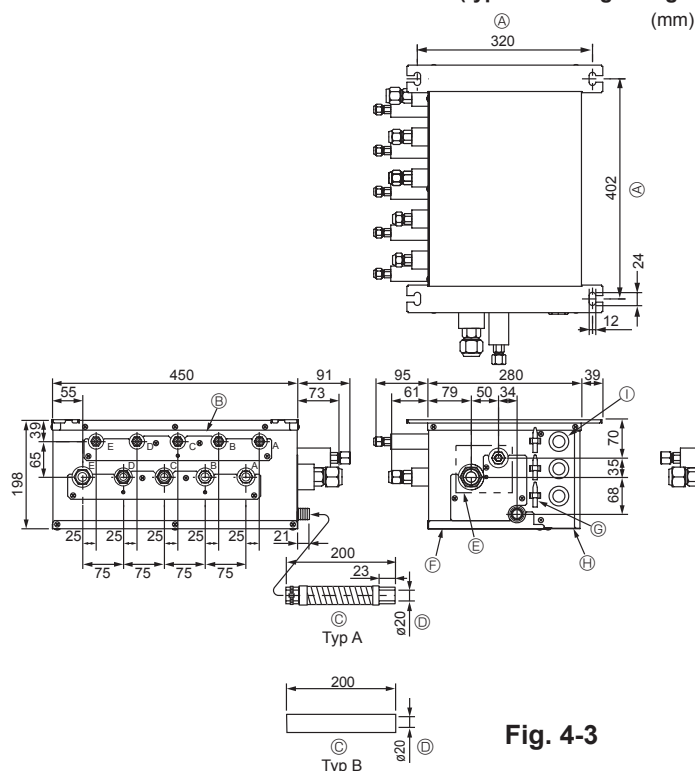

Fig. 4-3
■ PAC-AK51BC/PAC-AK52BC/PAC-AK53BC (Fig.4-3)
- (1) Installera upphängningsbultarna (införskaffas lokalt) med angivet mellanrum. (Fig. 4-3, 4-4)